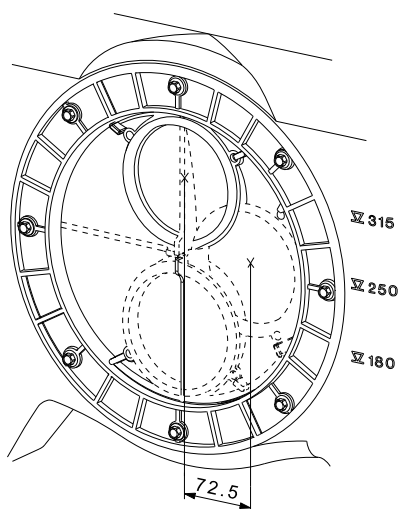
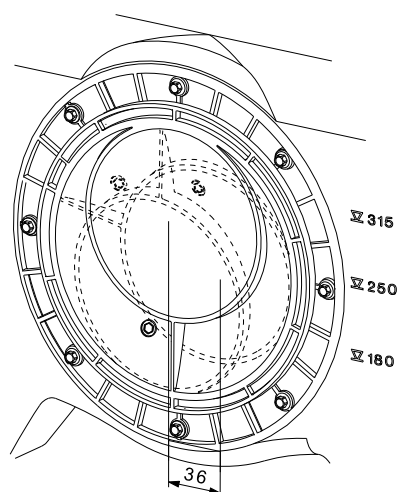

Fig. 19 Inloppsskiva DN 100, inställbar från 180 till 315 mm från golvet till centrum av inloppsröret
Fig. 20 Inloppsskiva DN 150, inställbar från 207 till 279 mm från golvet till centrum av inloppsröret
Den vridbara inloppsskivan har inlopp DN 100 och gör att inloppshöjden kan ställas in till mellan 180 och 315 mm ovanför golvet. De vanligaste höjderna, 180, 250 och 315 mm, är markerade invid inloppet. Se fig. 19. En inloppsskiva med inlopp DN 150 finns som tillbehör. Se fig. 20. Skruvarna runt inloppsskivans yttre ring är inte helt åtdragna, varför inloppsskivan kan vridas. Därmed kan önskad inloppshöjd ställas in. Dra åt skruvarna när önskad inloppshöjd ställts in. Alla skruvar ska dras åt till max. 9 Nm.
**Innan Multilift MOG eller MDG ansluts, beakta att avloppspumpstationen rör sig i sidled (upp till 72,5 mm) när inloppsskivan vrids för att passa inloppsrörets höjd. Se fig. 19.**